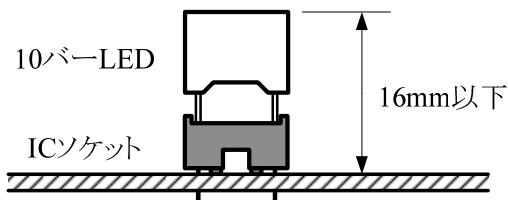

図 4.4 10 バーLED アレイの挿入状態
(4) 10 バーLED アレイの取付け
- イ) 10 バーLED アレイ LED101～LED104 のリードは、切断せずに IC ソケットに挿入する。LED の上面の高さは、図 4.4 のように基板から 16mm 以下にする。